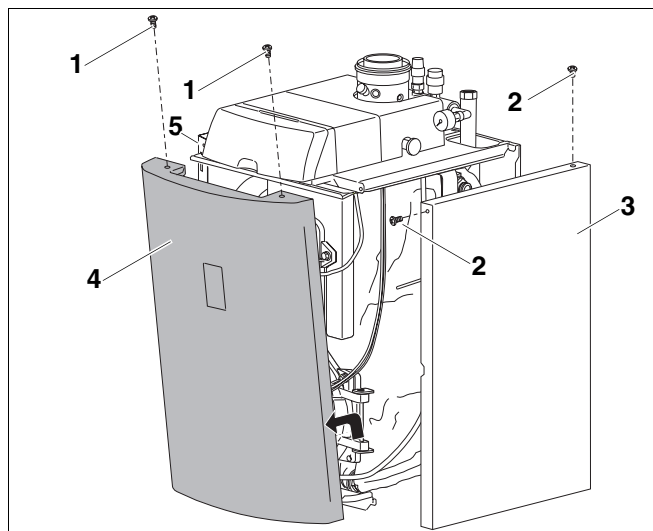

Abb. 8 Vorder- und Seitenwände demontieren
- Zwei Schrauben (Abb. 8, **Pos. 1**) an der Vorderwand (Abb. 8, **Pos. 4**) abschrauben.
- Vorderwand (Abb. 8, **Pos. 4**) abnehmen.
- An rechter (Abb. 8, **Pos. 3**) und linker Seitenwand (Abb. 8, **Pos. 5**) je zwei Schrauben (Abb. 8, **Pos. 2**) abschrauben.